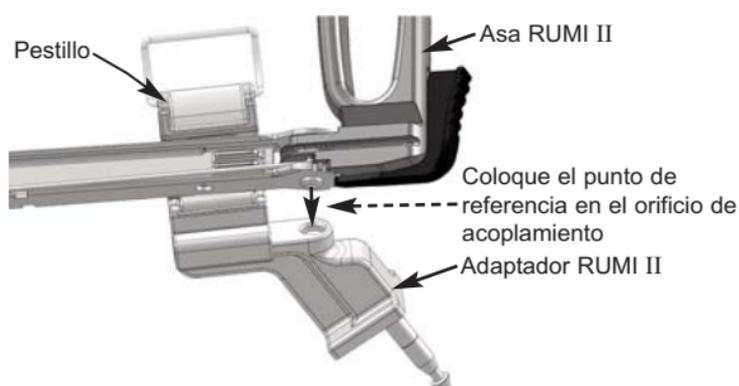

Figura 2. Conexión del asa RUMI II
1. Abra el pestillo del adaptador (figura 2).
3. Coloque el punto de referencia de la cara inferior del asa de manipulación en el orificio de acoplamiento del adaptador (figura 2).